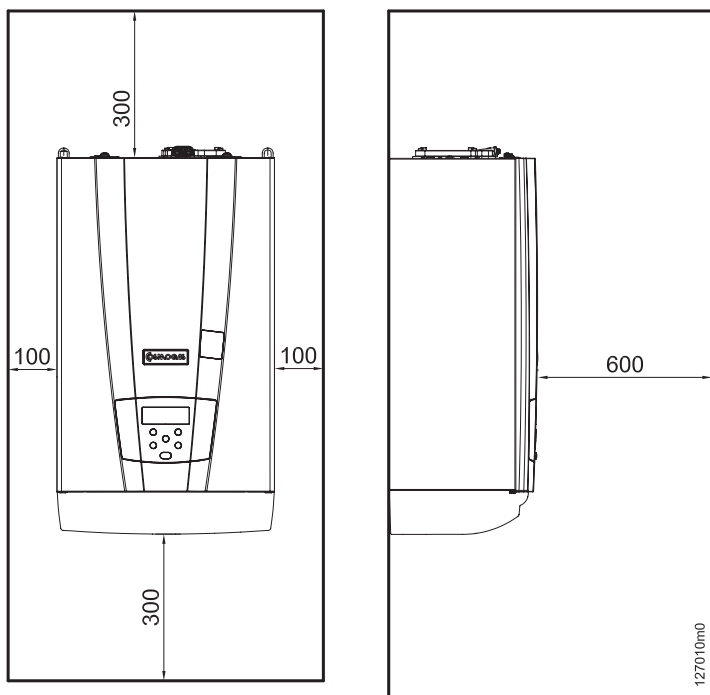

Figura 5.1 - Distanze minime di rispetto
- ☞ Verificare la figura 5.1 per quanto concerne le distanze minime di rispetto per l'installazione e la futura manutenzione.
Sia per l'installazione che per la manutenzione, è necessario lasciare degli spazi liberi attorno alla caldaia come illustrato nella figura 5.1.